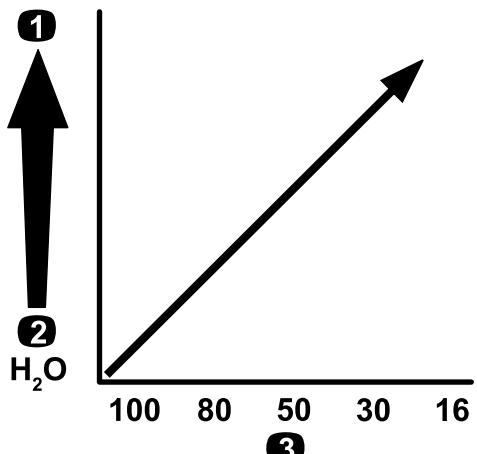

図 20
**重要** 粘度の高いドロドロした薬剤や、ウェッタブル水和剤を散布する場合には、オプションの目の粗い圧力フィルタが必要になる場合があります 図 20を参照。